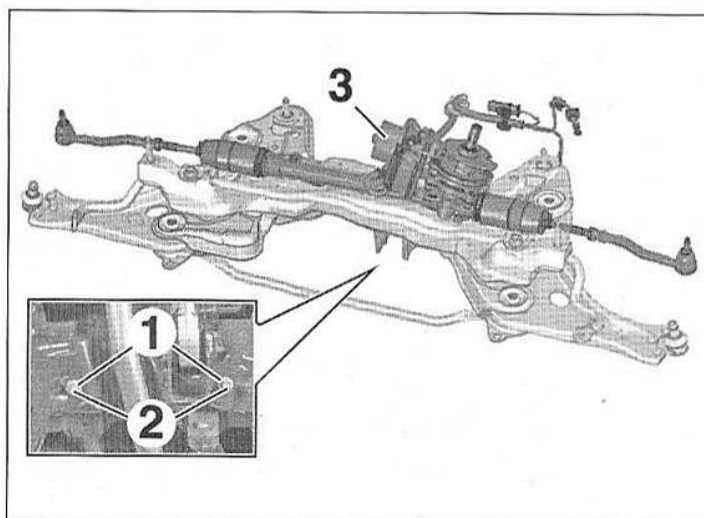

FIG.12
- Déposer (Fig.12) :
- les écrous (1),
- les goujons (2),
- le boîtier de direction (3).